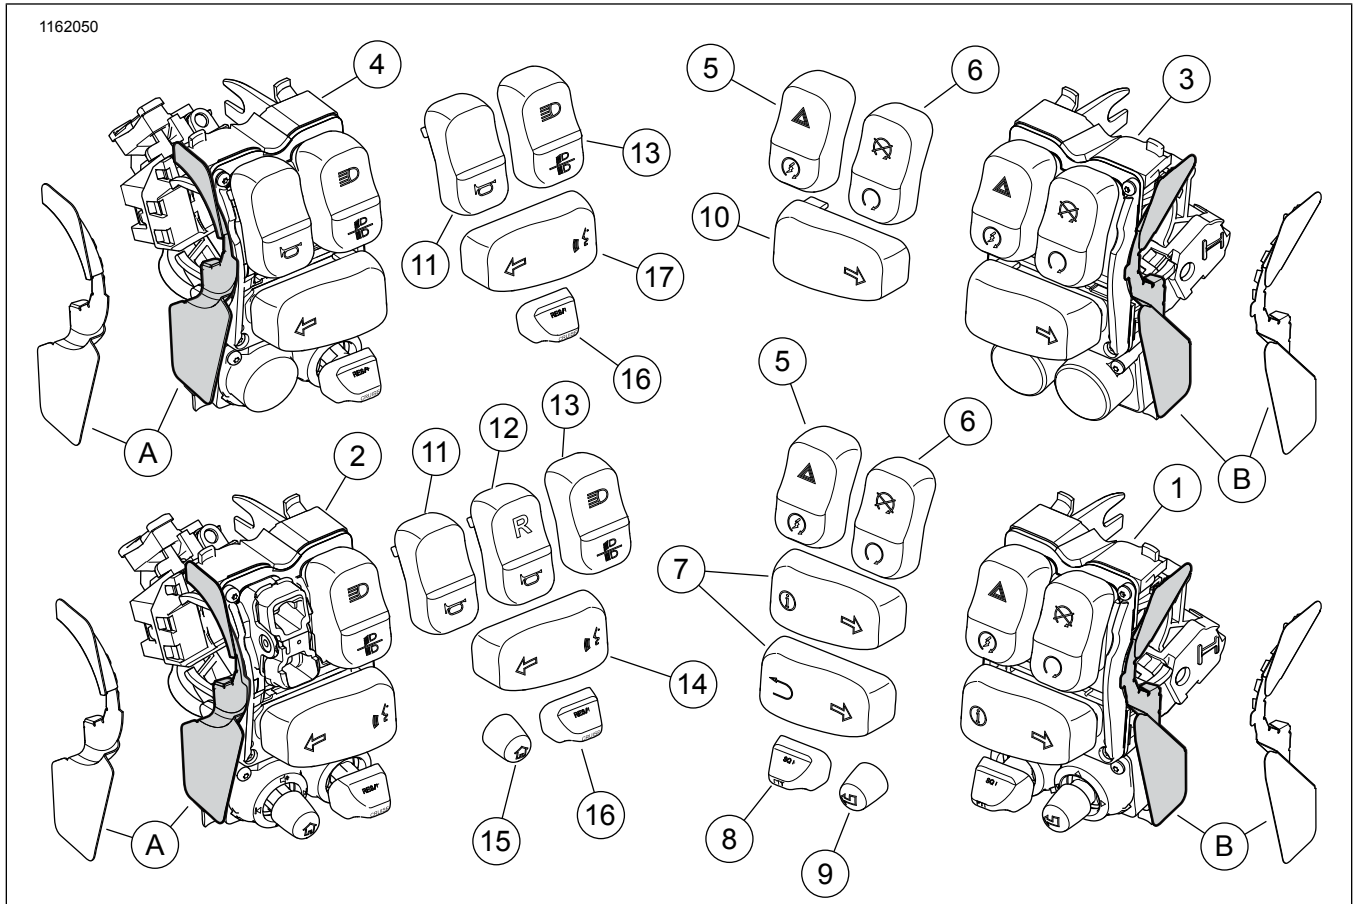

Figure 2. Pièces de rechange, kits de commutateur des commandes manuelles rétro-éclairés (sans système antipatinage)
Consultez Figure 2 et Tableau 1 .
3. Consultez Figure 2 . Prenez du kit le **nouveau** bloc interrupteur (1 à 4, 18 à 19) approprié.
4. **TOUS les modèles :** Installez le bloc interrupteur conformément au manuel d'entretien. Vérifiez que le faisceau est correctement acheminé pour éviter tout dommage. Fermez les segments du bloc interrupteur autour du guidon jusqu'à entendre deux « clics » finaux. Vérifiez que le bouclier ( Figure 2 , article A ou B) est en bonne position.